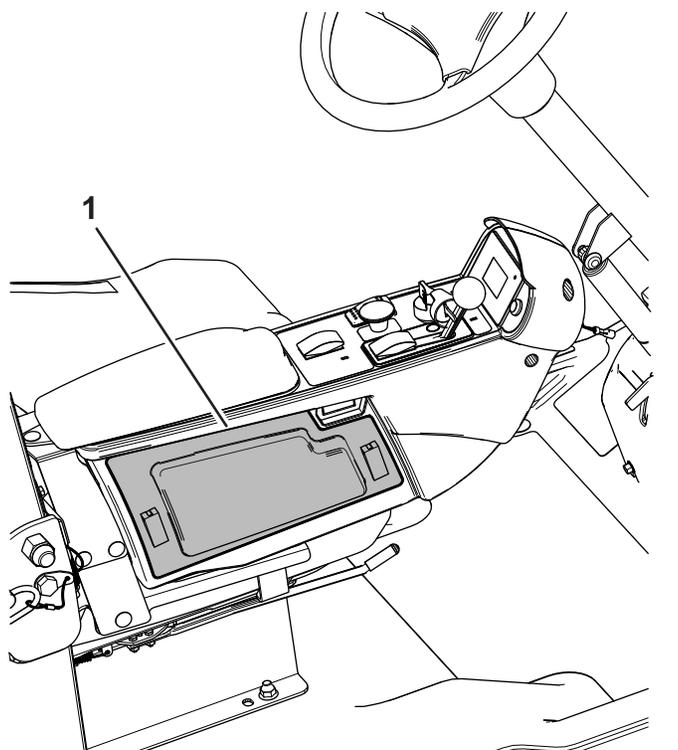

Figura 4
6. Rode os trincos e retire a cobertura lateral do apoio para o braço (Figura 4).